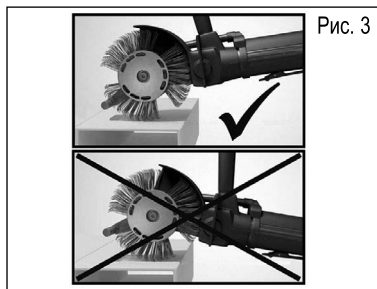

Рис. 3
5. Для достижения лучшей производительности следите за тем, чтобы ускоряющий стержень проходил рядом с обрабатываемой поверхностью. При слишком большом удалении стержня от поверхности производительность ощутимо падает. **См. рис. 3.** Более подробно с принципом действия устройства Bristle Blaster® можно ознакомиться **при помощи прилагаемого DVD-диска или на сайте [www.monti.de](http://www.monti.de)**